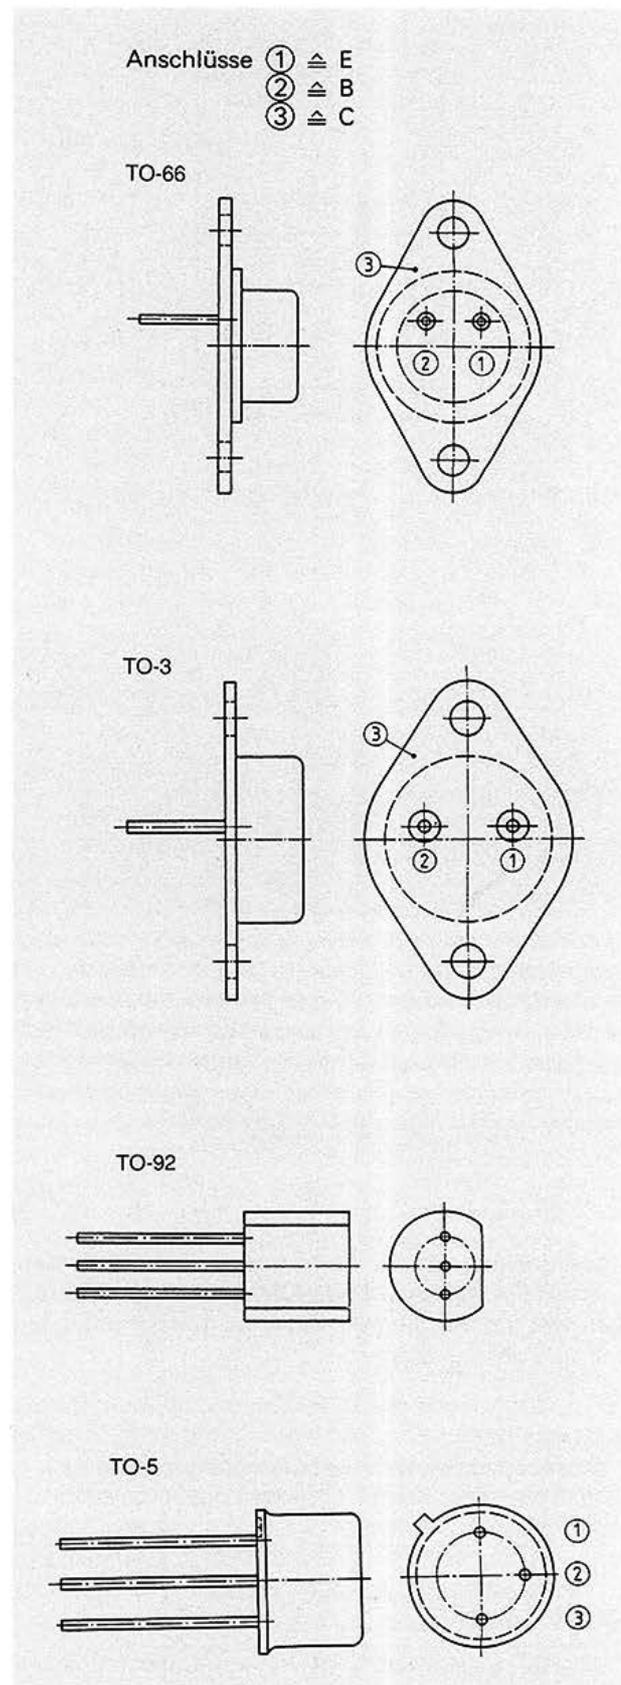

Abb. 2.5-20: Bauformen von Transistoren
**Kontrolle von Transistoren:** Zur einfachen Grobkontrolle eines Transistors genügt ein elektronischer Summer oder ein Ohmmeter. Es ist darauf zu achten, daß die Meßspannung nicht zu hoch ist (3.6 V), da sonst der Transistor beschädigt werden könnte. Die zu erwartenden Resultate können aus der vereinfachten Ersatzschaltung abgeleitet werden. Die in Abb. 2.5-20 dargestellten Transistorgehäuseformen sind typisch.